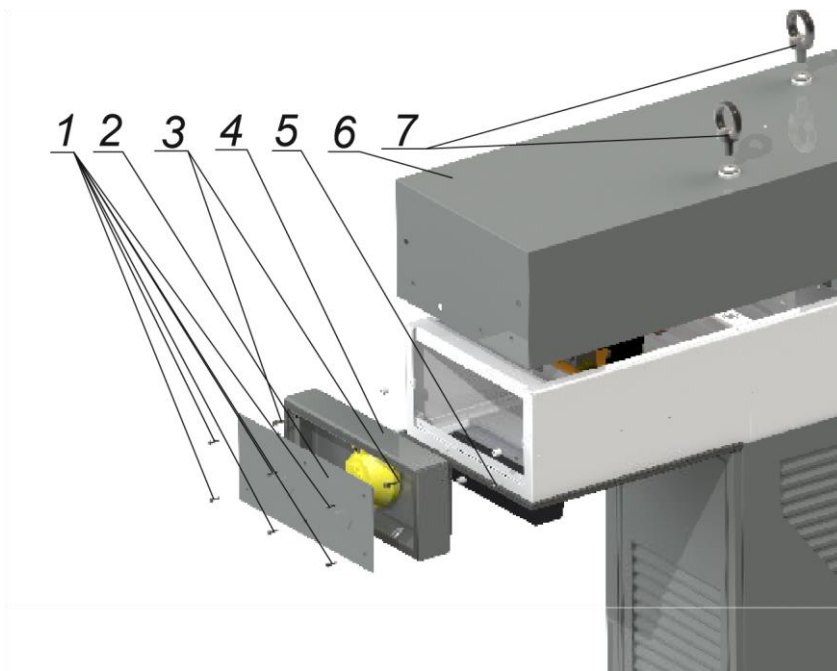

Рисунок 7.7. Розташування реле постійного струму
1. Відкрутити гвинти 1 (Рисунок. 7.7).
2. Зняти кришку 2 (Рисунок 7.7).
3. Відкрутити гвинти 3 (Рисунок 7.7).
4. Зняти тримач кабелю 4 (Рисунок 7.7).
5. Відкрутити гвинти 5 (Рисунок 7.7).
6. Відкрутити вушко болтами 7 (Рисунок 7.7).
8. Зняти кришку 6 (Рисунок 7.7).